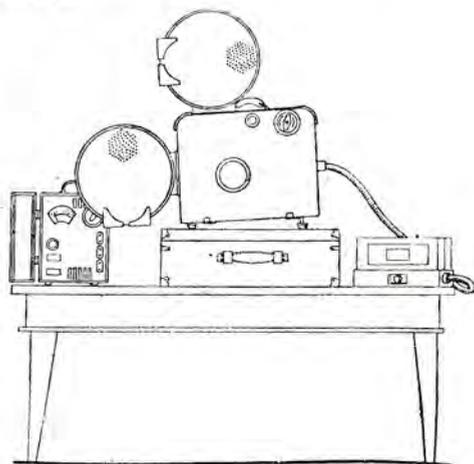

Рис. 4. Расположение аппаратуры во время сеанса
2) освободить кассетницу и положить ее на стол. Установить на нее кинопроектор. Впереди кинопроектора поставить усилитель, а за ним — автотрансформатор (рис. 4);